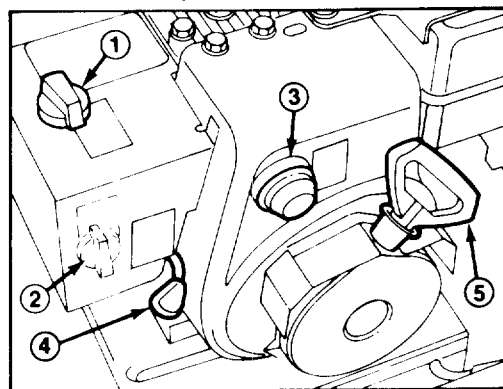

Figure 14
Commande des gaz (Fig. 14) — En tirant la manette vers le haut, vous augmenterez le régime du moteur. Ne faites tourner le moteur que juste assez vite pour projeter la neige à l'endroit désiré.
Étrangleur (Fig. 14) — L'étrangleur pour le moteur est situé sur la boîte de chauffage. Pour mettre en marche un moteur froid, faites tourner l'étrangleur en position "PLEIN étrangleur". Au fur et à mesure que le moteur se réchauffe ramenez petit à petit la manette en position ARRÊT.
Amorceur (Fig. 14) — Appuyez sur l'amorceur qui projette une petite quantité d'essence dans le moteur pour faciliter la mise en marche par temps froid.
Démarreur à rappel (Fig. 14) — Le démarreur à rappel se trouve à l'arrière du moteur. Il suffit de le tirer pour mettre le moteur en marche.
2. Mettez la commande des gaz en position RAPIDE (fast) (Fig. 14).
4. Faites tourner l'étrangleur en position "PLEIN étrangleur" (Fig. 14).
6. Appuyez sur l'amorceur (Fig. 14) cinq fois.
7. Saisissez la poignée du démarreur à rappel (Fig. 14) et tirez-la lentement jusqu'à ce que vous sentiez une prise ferme. Tirez alors vigoureusement pour mettre le moteur en marche. Retenez fermement la poignée du démarreur et laissez-la revenir lentement.
8. Une fois le moteur en marche, tournez immédiatement la manette d'étrangleur (Fig. 14) aux 3/4 de sa course. Au fur et à mesure que le moteur se réchauffe, tournez la manette à moitié de sa course, puis en position ARRÊT. Si le moteur hésite, ramenez l'étrangleur à la moitié de sa course. Quand le moteur est suffisamment réchauffé, tournez la manette en position ARRÊT.
1. Mettez la commande de traction et la commande de tarière (Fig. 14) en position débrayée.
2. Ramenez la manette des gaz en position lente (slow) et tournez la clé d'allumage en position d'ARRÊT (Off) (Fig. 14).